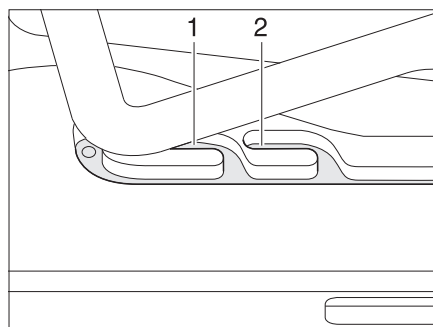
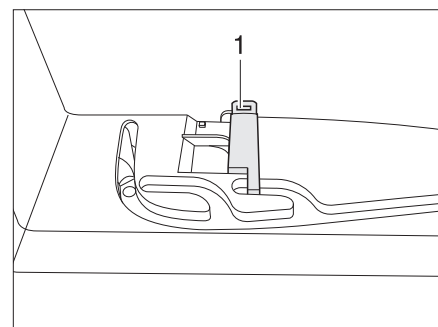

Fig. 43 Lanterneau Heki en position de ventilation
Fig. 44 Verrouillage position de ventilation
Il est possible d'amener le lanterneau Heki en deux positions de ventilation : Position pour mauvais temps (Fig. 43,1) et position intermédiaire (Fig. 43,2). Suivant le modèle, il est possible de verrouiller le lanterneau en position intermédiaire avec le verrou (Fig. 44,1).
- Pousser légèrement l'étrier vers le haut, le pousser dans la glissière choisie (Fig. 43,1 ou 2) et le verrouiller si nécessaire.